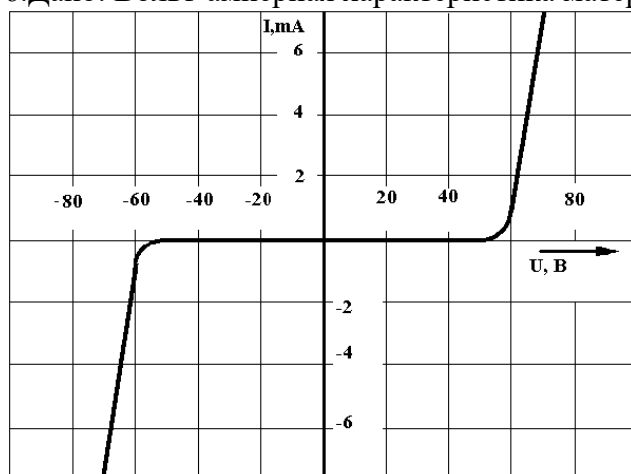

Рис. 1 Вольт-амперная характеристика варистора
6. Дано: Вольт-амперная характеристика материала рис. 1.